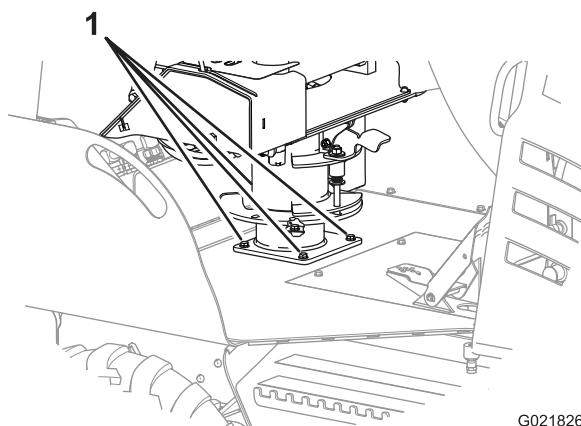

Figure 97
2. Vérifiez que les 4 boulons de fixation du siège sur le châssis de la machine sont serrés à un couple de 5,4 à 6,8 Nm ; voir Figure 97.